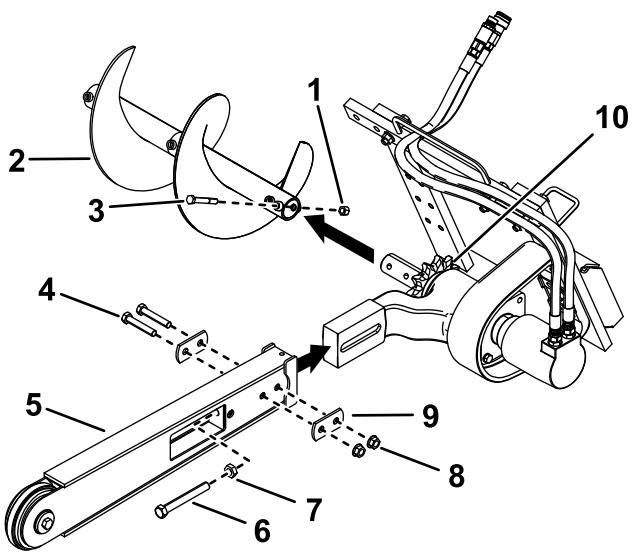

Figura 4
3. Remova o parafuso e porca que prendem a broca de detritos e retire a broca (Figura 4).
4. Retire os dois parafusos (5/8 x 3-1/2 pol.), duas porcas (5/8 pol.) e duas anilhas duplas das laterais da lâmina (**Figura 4**).
5. Desaperte o parafuso de ajuste e porca de retenção (**Figura 4**).